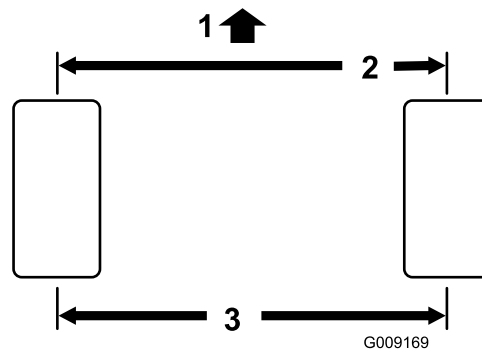

Figura 59
2. Mida la distancia entre centros (a la altura del eje) en la parte delantera y trasera de los neumáticos de dirección (Figura 59). La distancia debe ser de  $0 \pm 3$  mm más en la parte delantera del neumático que en la parte trasera. Gire el neumático 90 grados y vuelva a comprobar la medición.